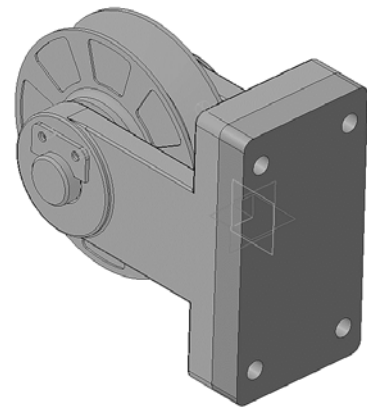

Рис. 47. Результат операции «Выдавливание»
- 3.1.9 Нажмите кнопку **Создать объект**  – будет создано основание новой детали (рис. 47).